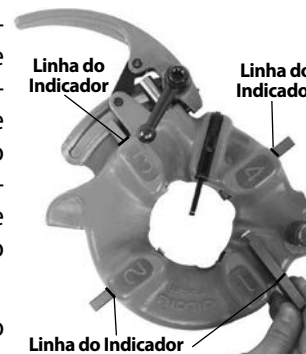

Figura 12 – Inserir Tarraxas
6. Insira as tarraxas adequadas na cabeça de rosca até a linha do indicador estar alinhada com a extremidade da cabeça de rosca (consulte Figura 12). Os números das tarraxas têm de corresponder aos das ranhuras na cabeça de rosca. Substitua sempre as tarraxas em conjunto - não misture tarraxas de conjuntos diferentes.